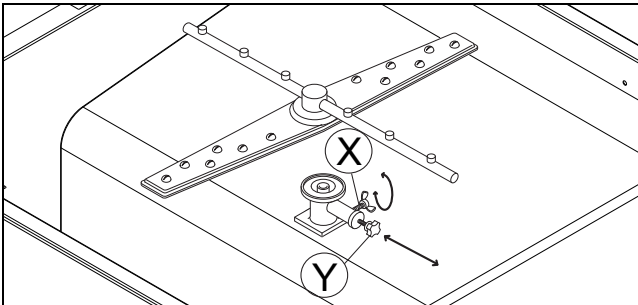

Figura 20 Ajuste de la presión del agua de lavado
- afloje la tuerca de mariposa "X" (Figura 20);
- presione la válvula limitadora "Y" (Figura 20) hacia dentro para reducir la presión del agua en el brazo de lavado inferior y aumentar así la presión del agua en el brazo de lavado superior, de modo que los objetos mantengan su posición.
- vuelva a apretar la tuerca de mariposa "X" (Figura 20).
- retire la válvula limitadora "Y" (Figura 20);